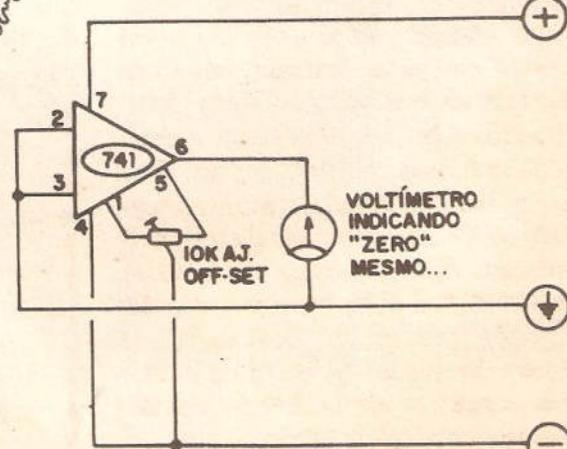

Fig.8
- FIG. 8 - AJUSTANDO O OFF-SET ("ZERANDO" A SAÍDA "NA MARRA")... - Em muitas aplicações típicas, as próprias polarizações e níveis reais, aplicados às Entradas, se encarregam de "colocar" o 741 "nos eixos", quanto à posição da sua Tensão de Saída "em repouso"... Existem, contudo, aplicações circutais de precisão que exigem um nítido zeramento na Saída, estan-